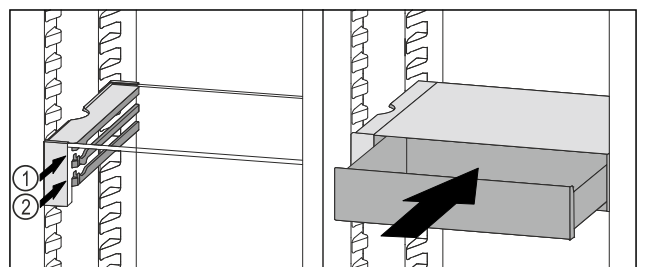

Fig. 68
- VarioSafe-Schubfach hinter den Stoppern auf gewünschter Rippe Fig. 68 (1) oder Fig. 68 (2) aufsetzen.